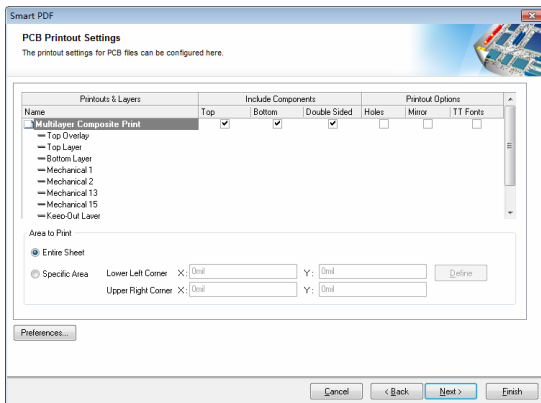

图 16-34 PCB Printout Settings 界面
(5) 单击 Next 按钮, 进入 PCB Printout Settings 界面, 如图 16-34 所示。该界面默认配置是将每个 PCB 文档分别打印一张纸, 纸上重叠打印多个板层, 包括 Top Overlay、Top Layer、Bottom Layer、多个 Mechanical Layer、Keep-Out Layer、Multi-Layer。更详细的关于 PCB 文档打印的内容, 详见 16.7.3 小节。